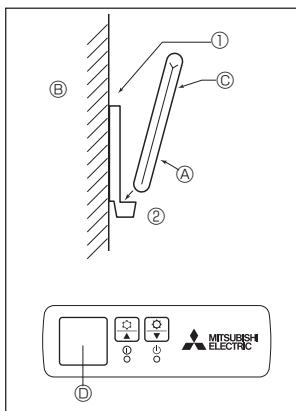

Fig. 6-2
2) Wijze van Installeren (Fig. 6-2)
- ① Bevestig de houder van de afstandsbediening op de gewenste plaats met de twee zelftappende schroeven.
② Zet het onderste gedeelte van de afstandsbediening in de houder.